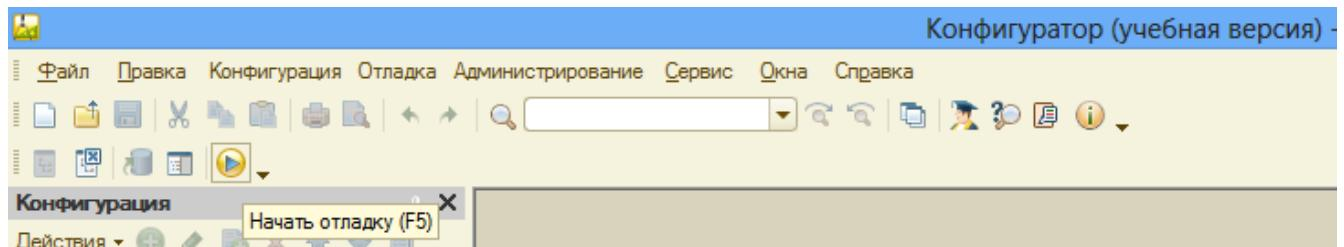

Рисунок 19 Кнопка «Начать отладку»
- кнопка **«Начать отладку»** на панели инструментов (рис. 19);